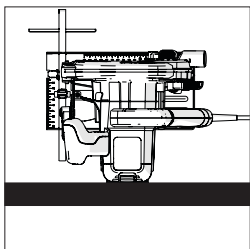

Fig. 2
**Notă:** Toate uneltele pot fi echilibrate, cu grijă, pe capătul plat al carcasei motorului (Fig. 2), ceea ce face foarte convenabil accesul la disc și la dispozitivele de fixare a acestuia.